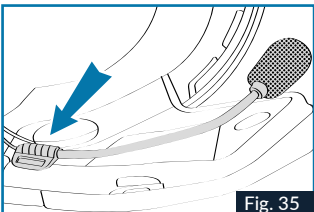

Fig. 35
7. Colocar el micrófono y fijarlo usando la pieza de velcro suministrada, en el poliestireno de la almohadilla de mejilla izquierda, como se muestra en la Fig. 35.